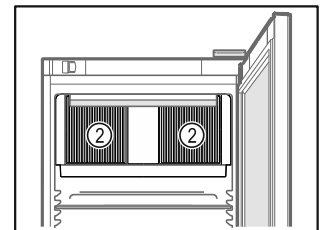

Fig. 76
- Odstąpić szczeliny wentylacyjne Fig. 76 (2) dmuchawy wewnątrz urządzenia.